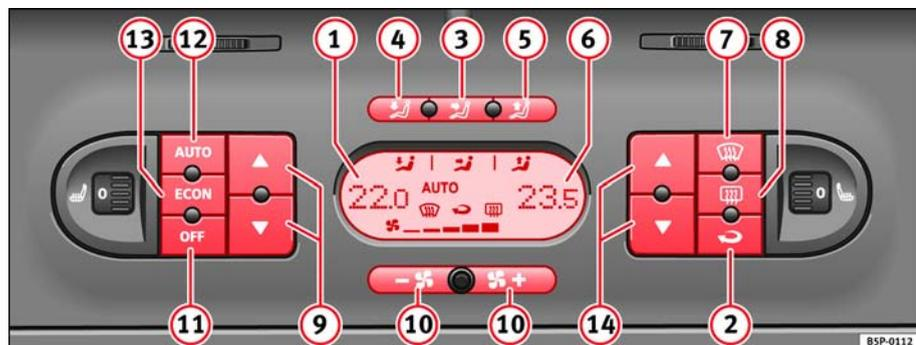

Fig. 127 Mandos del 2C-Climatronic en el tablero de instrumentos
- Para activar el modo manual pulse una de las teclas ⇒ página 156, fig. 127 ③ al ⑤, la tecla **ECON** o pulse las teclas de la turbina ⑩. El símbolo **AUTO** desaparecerá del display.
- Pulse la tecla  ⇒ **página 156, fig. 127 ** para conectar o desconectar la recirculación de aire. Está conectada si en el display aparece el símbolo .